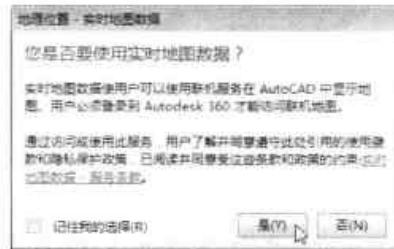

图14-31 使用实时地图数据
**Step 02** 在“地理位置”对话框中，单击“是”按钮，启动实时地图数据，如图 14-31 所示。